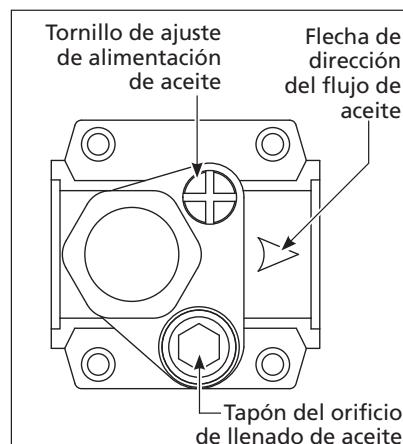

Figura 2
1. Ubique la flecha de dirección de flujo (Vea Figura 2). Esta flecha muestra la dirección del flujo de aire, o sea, apunta hacia la salida.
3. Verifique que la flecha apunte hacia la salida (Vea Figura 2).
4. Para llenar el lubricador, primero cierre el suministro de aire y libere toda la presión almacenada. A continuación, quite el tapón de llenado de aceite (vea Figura 2). Después de retirar el tapón de llenado de aceite, vierta el aceite en el lubricador y vuelva a colocar el tapón. De forma alternativa, se puede quitar el recipiente una vez liberada la presión de aire. Asegúrese de ajustar completamente el recipiente antes de continuar con el funcionamiento.